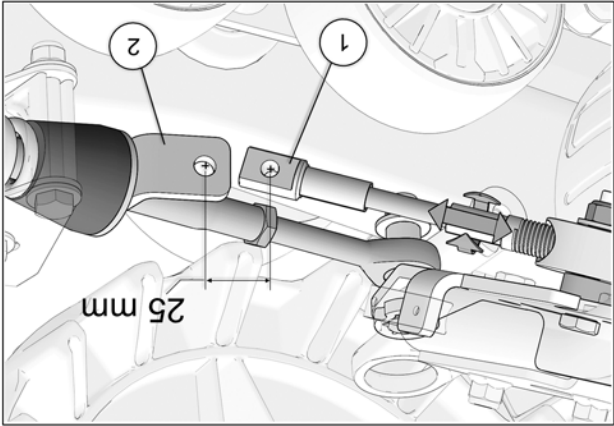

Fig. 29
19. Tourner le volant du véhicule au maximum de la course du côté gauche. En maintenant une pression au volant, ajuster le câble (en vissant ou dévissant pour ajuster la longueur). Voir la Fig. 29
20. Obtenir une distance de 25 mm [1 po.] du centre de l'extrémité du câble (1) au centre de l'extrémité du support de fixation (2). Voir la Fig. 29